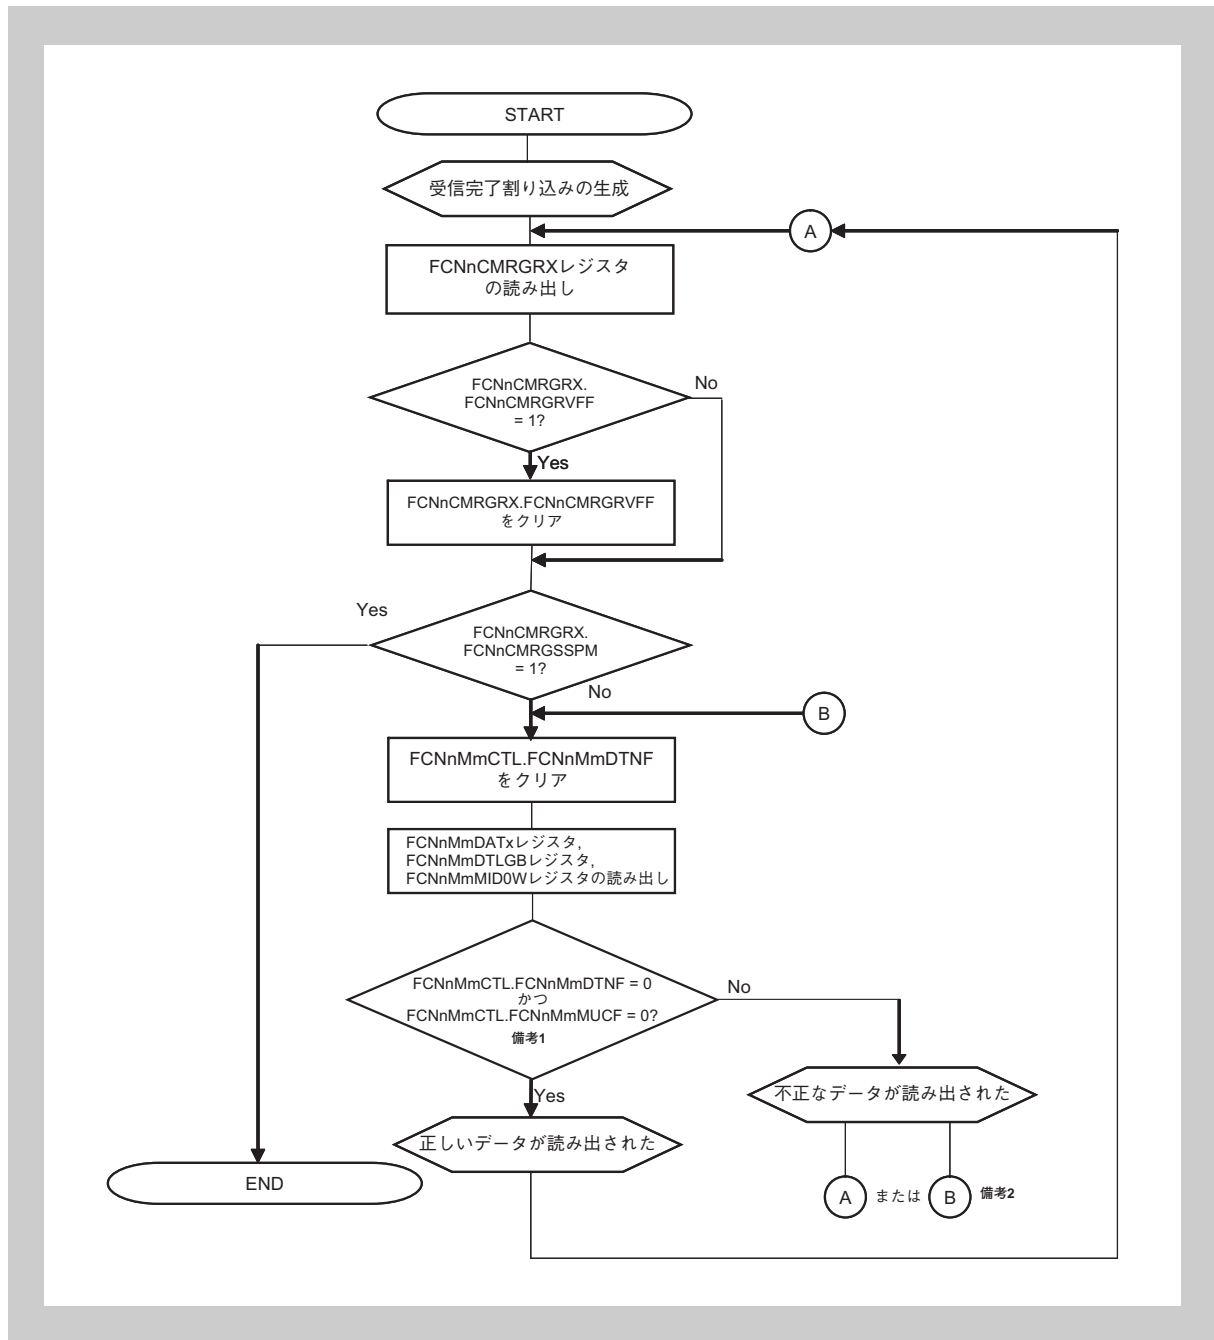
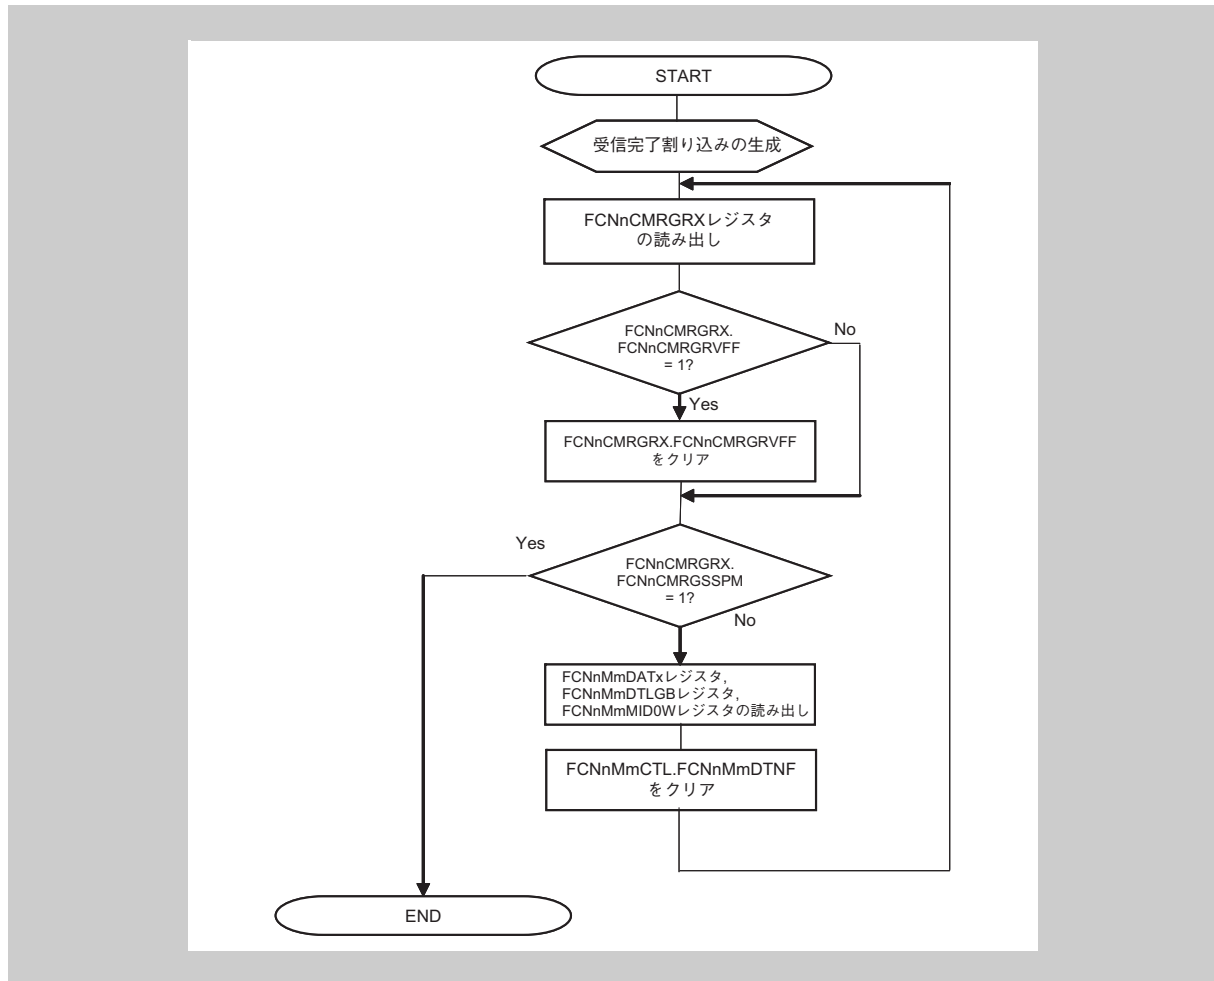

図 26-33 割り込みを利用した受信 (FCNnCMRGRX レジスタを利用)
図 26-34 割り込みを利用した受信 (FCNnCMRGRX レジスタを利用) の別の方法
5. 図 26-33 「割り込みを利用した受信 (FCNnCMRGRX レジスタを利用)」の方法は、代わりに図 26-34 「割り込みを利用した受信 (FCNnCMRGRX レジスタを利用) の別の方法」の方法を利用することができます。